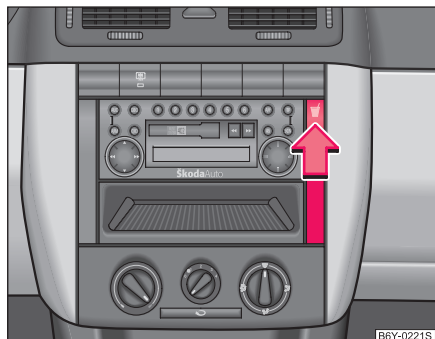

Fig. 63 Tabloul de instrumente: Suportul pentru pahare
- Apăsați pe simbolul  în direcția săgeții ⇒ Fig. 63, suportul pentru pahare va ieși afară și se va deschide.